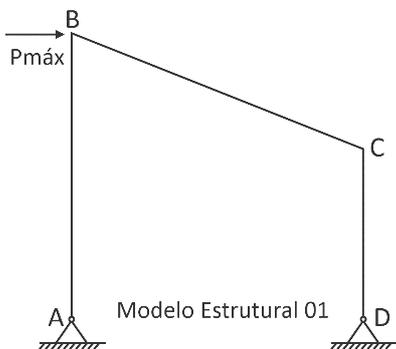

Figura 02 – Modelo Estrutural 01, com aplicação da máxima carga ($P_{\text{máx}}$) no Ponto B.
Sabendo que o momento fletor de plastificação da seção transversal é $M_p = 2.500 \text{ kN.m}$, assinale a alternativa que indique o Grau de Hiperestaticidade (GH) do Modelo Estrutural 01 e a máxima carga ($P_{\text{máx}}$) que pode ser aplicada no seu Ponto B, conforme a figura 02.